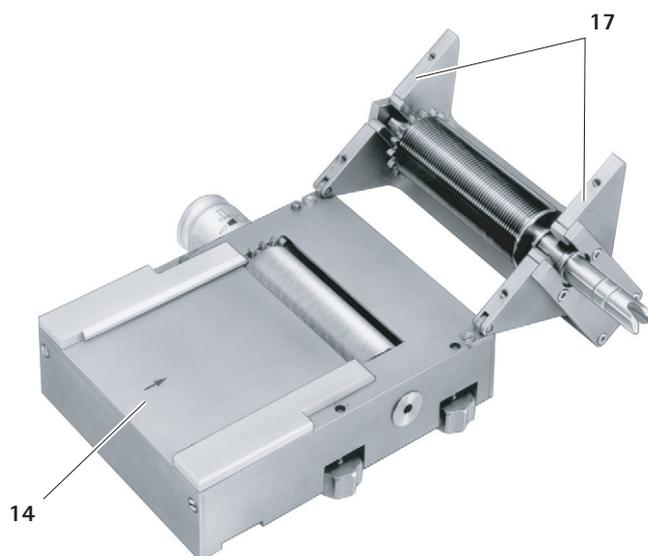

Fig. 2
- ▶ Fäll upp ovan delen 17, se Fig. 2.
- Fäll överdelen **17** på underdelen **14**, se Fig. 2.